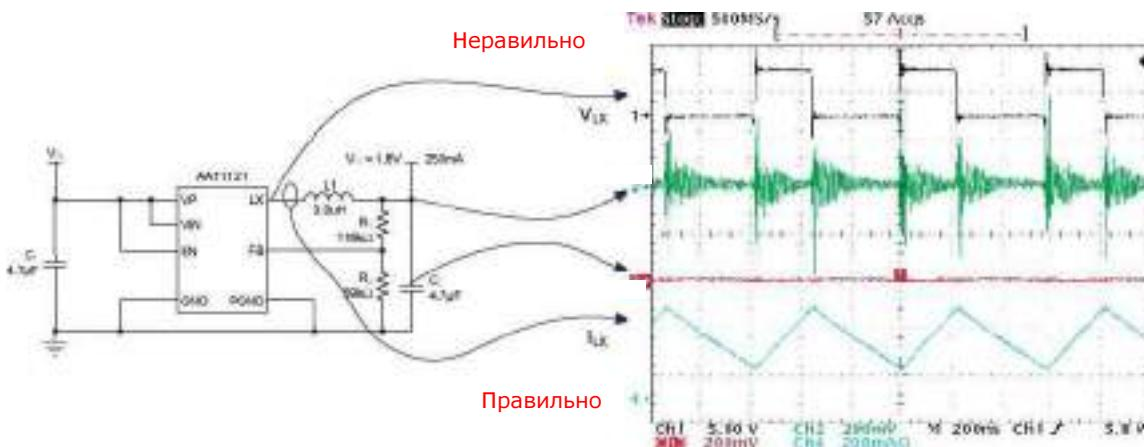

Рис. 4: Разница между двумя измерениями.
Рис. 4 показывает два графика выходного напряжения V_{OUT} при использовании двух методов измерения. Цепь – это импульсный преобразователь-стабилизатор напряжения с последовательным соединением ключевого элемента и дросселя (AAT1121), работающий на частоте 1,5МГц. Выходное напряжение меняется до 1,8 В с нагрузкой 250 мА и измеряется в полном диапазоне. Нужно отметить, что на графике (2) зеленым цветом показан значительный высокочастотный шум и звон затухания при каждом переключении. Однако, на графике (3) красным показано отсутствие считываемого шума. Поэтому подготовка испытательного стенда и методология очень важны для обеспечения точных измерений.